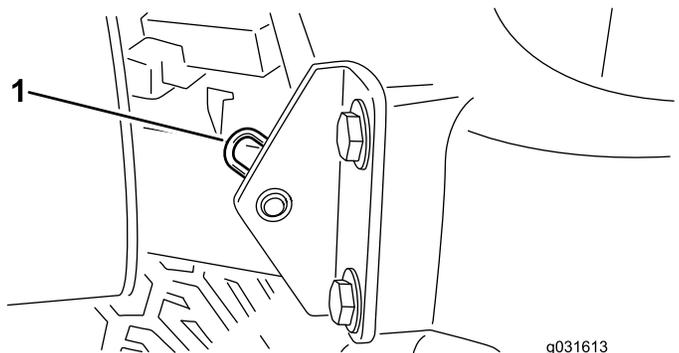

Рисунок 62
2. Снимите игольчатый шплинт крепления оси поворота капота к монтажным кронштейнам (Рисунок 62).